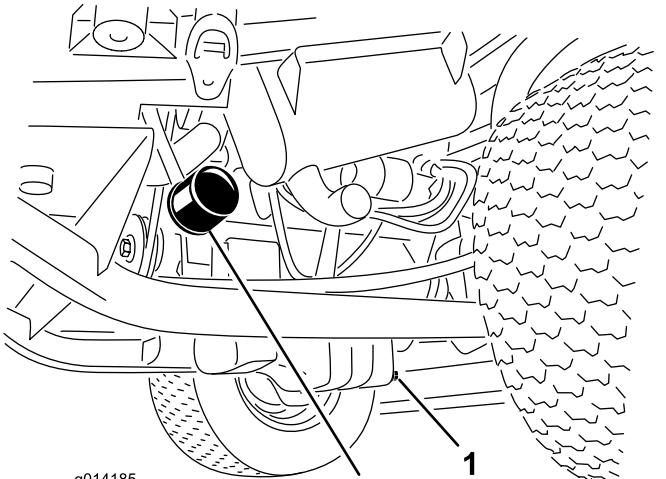

Рисунок 33
- Снимите сливную пробку (Рисунок 33) и дайте маслу стечь в сливной поддон.
- Снимите масляный фильтр (Рисунок 33).